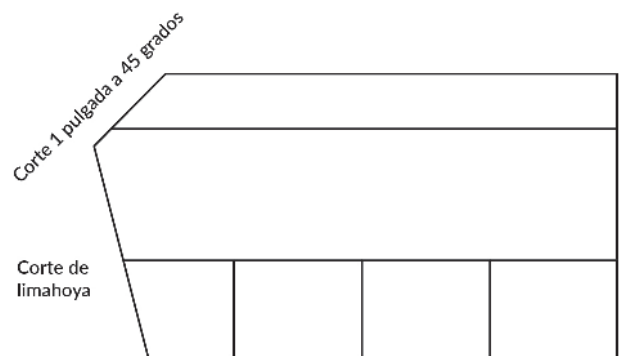

Figura 8
F-Wave recomienda el uso de un método de limahoya descubierta. Para conocer otros métodos de instalaciones de limahoyas, visite [f-wave.com](http://f-wave.com) y consulte el boletín técnico actual. Es importante tener en cuenta que todos los tapajuntas de limahoyas deben estar colocados antes de instalar las tejas cerca de las limahoyas. Para la aplicación, comience con una capa de una membrana impermeabilizante autoadherente de superficie lisa, no granulada de un mínimo de 36 pulgadas (915 mm) de ancho e instálela directamente sobre la plataforma de techo. En seguida, sujete la capa base sobre la membrana impermeabilizante autoadherente de superficie lisa, no granulada por 6 pulgadas (152 mm). Corte 1 pulgada (25 mm) a un ángulo de 45° de la esquina superior de la teja que entra a la limahoya. Vea la figura 8.
- Instale la primera hilera de tejas a lo largo del alero hasta que llegue al centro de la limahoya. Recorte la teja en la limahoya de manera que coincida con la línea de tiza y que también tenga un corte de 1 pulgada (25 mm) a un ángulo de 45° de la parte superior de la teja. Vea la **figura 8**.